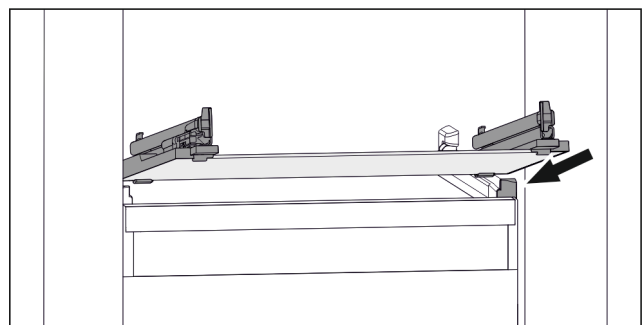

Fig. 75 Beispielhafte Darstellung der Glasplatte
- ▶ Glasplatte schräg hinter den Stopperrahmen aufsetzen. (siehe Fig. 75)